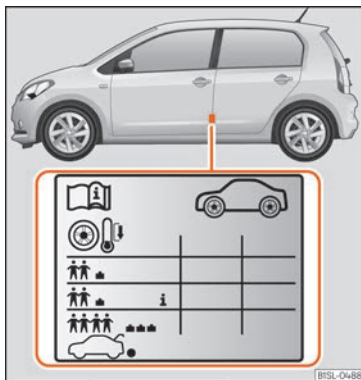

Abb. 166 Einbauort des Aufklebers für den Reifendruck.
- Passen Sie bei größerer Zuladung den Reifendruck entsprechend an »» **Abb. 166**.
Die Angaben zum Reifendruck befinden sich auf dem Aufkleber an der Fahrertürsäule »» **Abb. 166**.
Je nach Fahrzeug kann der Reifendruck auf halbe Last eingestellt werden, um den Fahrkomfort zu verbessern (Reifendruck **i** »» **Abb. 166**). Beim Fahren mit Komfort-Reifendruck kann sich der Energieverbrauch leicht erhöhen.
Der Reifendruck muss der aktuellen Fahrzeugbelastung angepasst werden. Wenn das Fahrzeug voll beladen werden soll, muss der Reifendruck entsprechend dem auf dem Reifendruck-Aufkleber angegebenen maximalen Wert erhöht werden »» **Abb. 166**. »
Füllen Sie bei einem minimierten Notrad (125/70 R16 oder 125/70 R18) auf einen Druck von 4,2 bar, gemäß Angabe auf dem Aufkleber mit den Reifendruckwerten »» **Abb. 166.**
- Der Fahrer ist verantwortlich für den richtigen Reifenfülldruck an allen Reifen am Fahrzeug. Der empfohlene Reifenfülldruck befindet sich auf einem Aufkleber »» **Abb. 166.**
- Immer den richtigen Reifenfülldruck am kalten Reifen einhalten, wie auf dem Aufkleber angegeben »» **Abb. 166.**